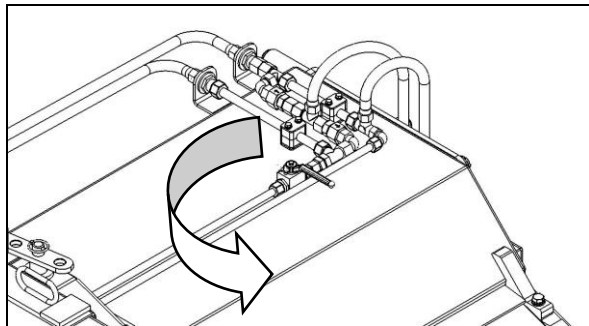

Fig. 4.10
- sowie Hydraulikzylinder des Sammelbehälters (Fig. 4.10) schließen.